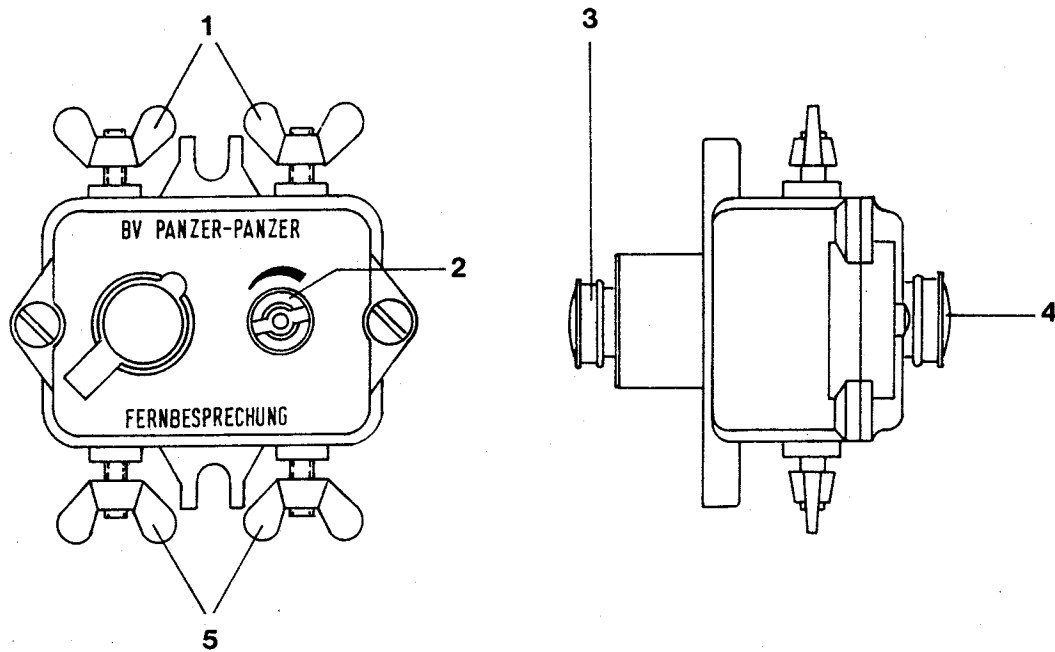

Bild 35 Außenbord-Sprechstelle
Außenbord-Sprechstelle (Bild 35)
- Sprechaste des Handapparats der Außenbord-Sprechstelle (Bild 35) drücken